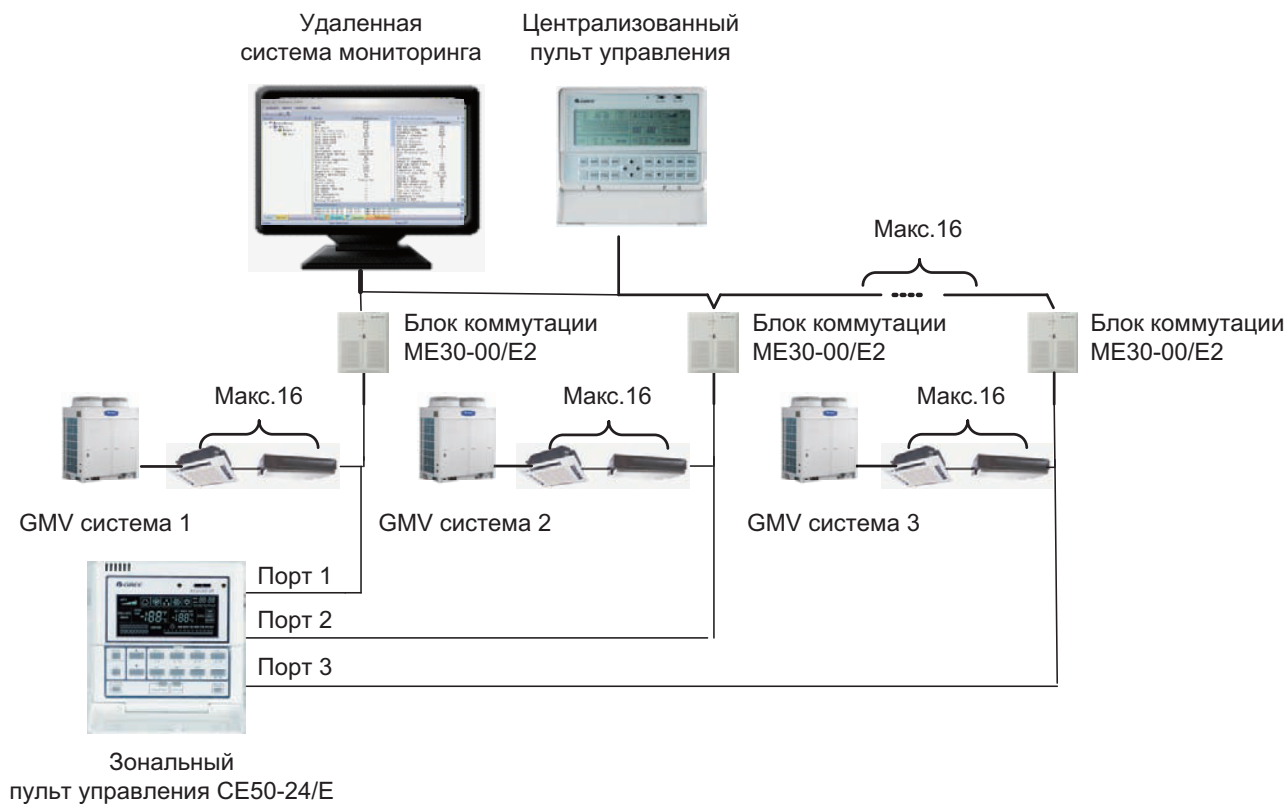

Рис. 6.19
6.3.7.3 Схема подключения зонального пульта и централизованного управления с пульта SE51-24/E(M) (или ПК) на рис. 6.19.